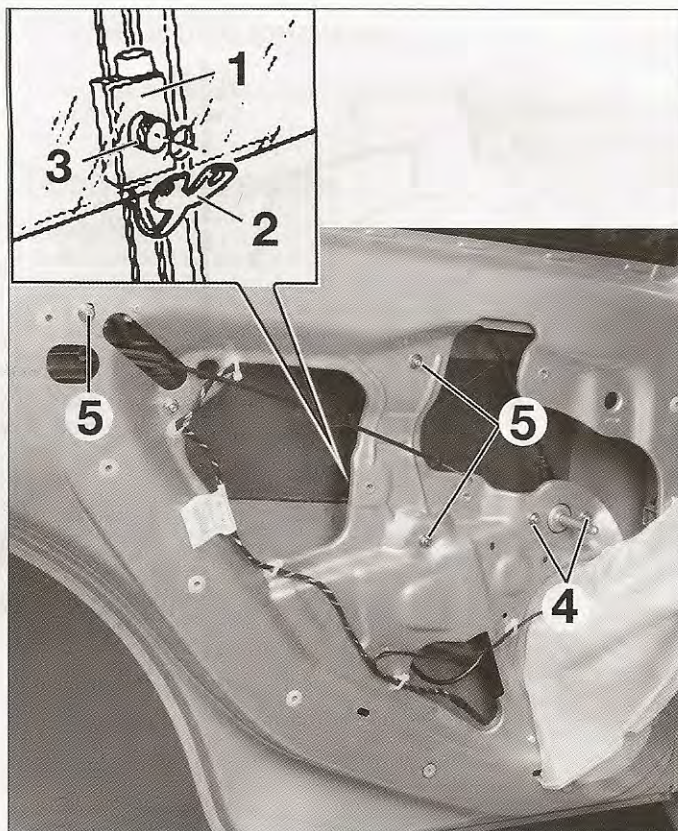

FIG. 51
- Conectar de nuevo provisionalmente los mandos de elevalunas o girar el mecanismo con la manivela según el caso y posicionar la luna de modo que la fijación (1) de la luna sea accesible (fig. 51).
- Separar la retención (2) del eje de arrastre de la luna.
- Separar la luna del eje (3), levantarla hasta el tope y sujetarla en esta posición con un gancho en el borde del marco de luna.
- Desconectar el conector del motor de elevalunas o desmontar las tuercas (4) de fijación del eje de manivela.
- Desmontar los tornillos de fijación (5) del mecanismo de elevalunas.